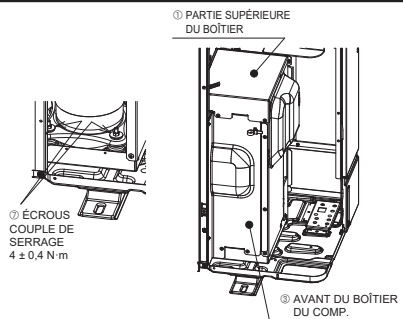

Fig. 4-2
- Après avoir ôté les pièces du COMP. fixées, veillez à serrer les écrous et remettez en place la PARTIE SUPÉRIEURE DU BÔTIER DU COMP. et l'AVANT DU BÔTIER DU COMP. dans leur position d'origine. (Fig. 4-2)